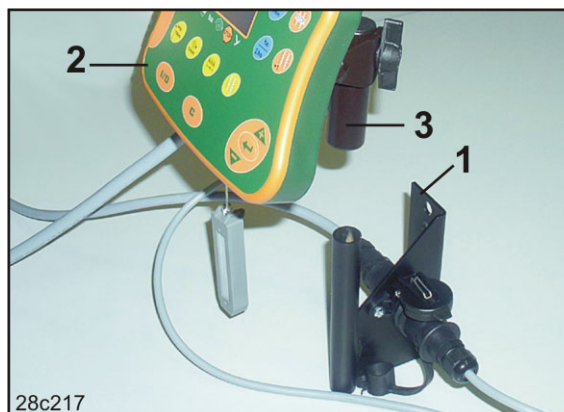

Fig. 17
1. Vissez la console (Fig. 17/1) du terminal (Fig. 17/2) dans la cabine du tracteur, à droite du conducteur, dans son champ de vision et à sa portée ; elle doit être protégée des vibrations et reliée à la masse.
2. Équipez le terminal de commande avec l'élément de jonction (Fig. 17/3).